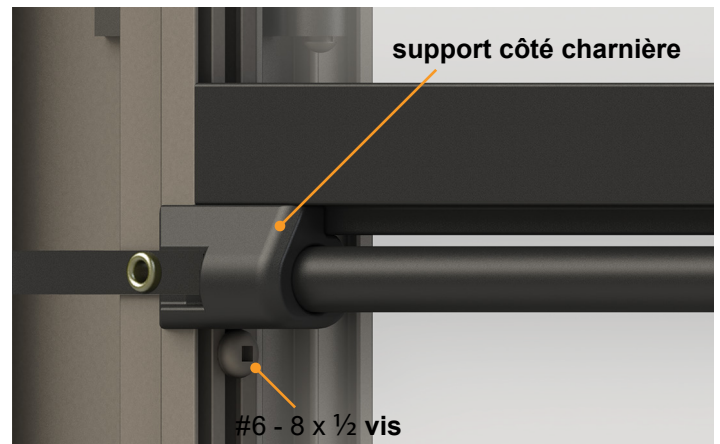

Fig.4
6. Installer #6 - 8 x 1/2 vis sous le support du côté de la charnière du Screen Shot dans la coulisse la plus proche du moustiquaire (Fig.4).